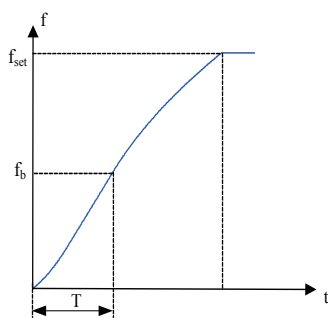

图 5-23 S 曲线加减速 B 示意图
- 2: S 曲线加减速 B——在此加减速曲线中，电机额定频率 f_b 总是 S 曲线的拐点。如图 5-23 所示。一般用于在额定频率以上的高速区域，需要短时加减速的场合。当设定频率在额定频率以上时，加减速时间为：
功能码 F4-08 和 F4-09 分别定义了 S 曲线加减速 A 起始段和结束段的时间比例，且两者满足：F4-08 + F4-09 ≤ 100.0%。图 5-23 中 t1 即为参数 F4-08 定义的参数，在此段时间内输出频率变化的斜率逐渐增大。t2 即为参数 F4-09 定义的时间，在此时间段内输出频率变化的斜率逐渐变化到 0。在 t1 和 t2 之间的时间内，输出频率变化的斜率是固定的。